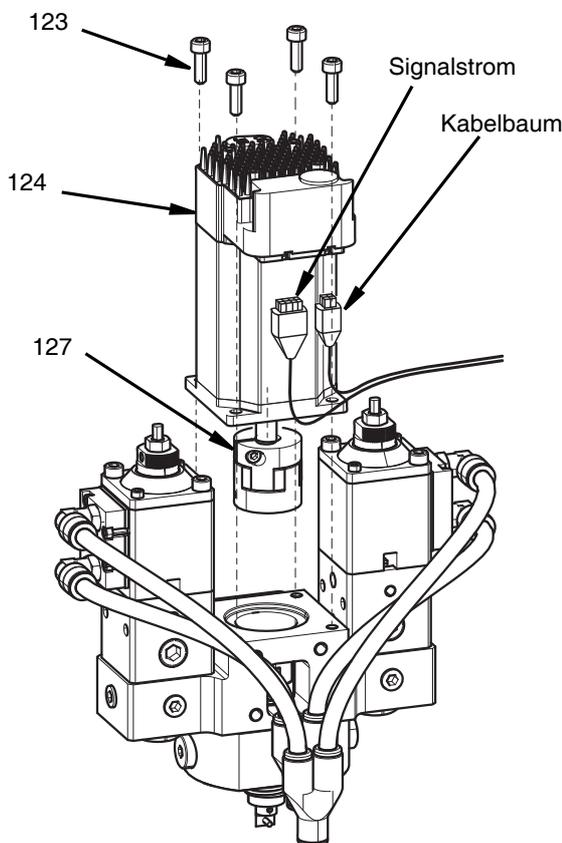

ABB. 35
5. Die vier M5 x 16 Schrauben (123) mit einem 4-mm-Inbusschlüssel heraus-schrauben.
6. Motor (124) abnehmen. Siehe ABB. 35,